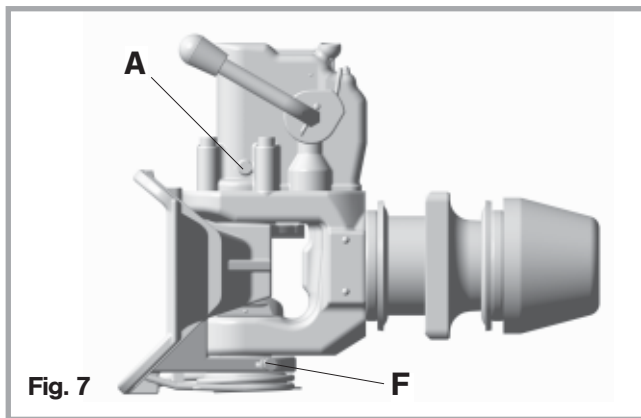

Fig. 7
- In caso di difficili condizioni di utilizzo e di una forte azione di sporco e acqua rilubrificare l'unità automatica (A) a gancio aperto (v. fig. 7):